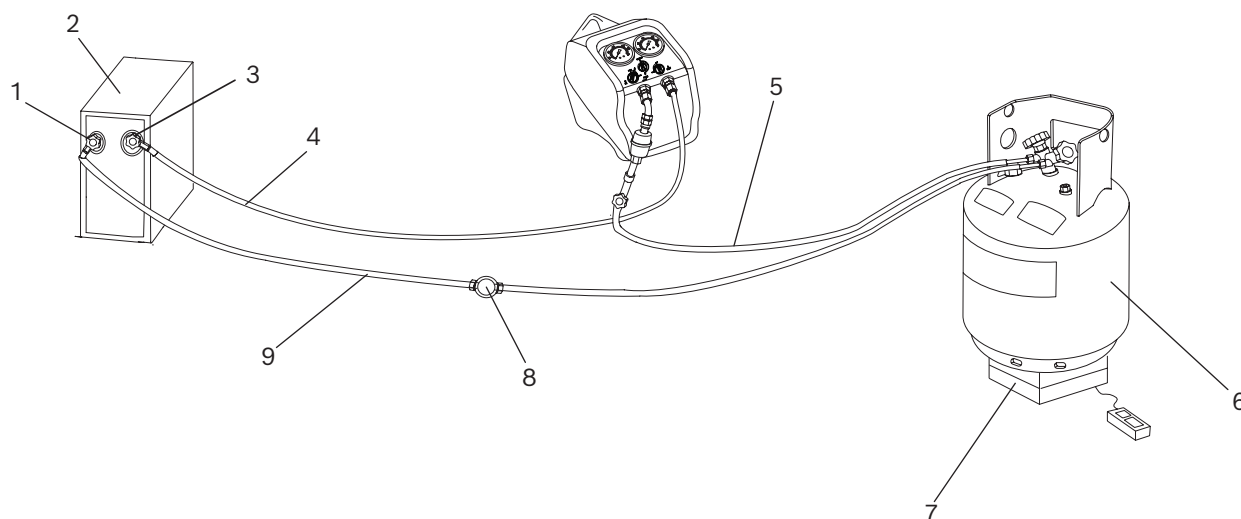

Fig. 4: Tryck- / dra-återvinning
4. Anslut RG4.0 till systemet som servas enligt fig. 4. Följ nedan ordning. Använd endast avsedda köldmedelsslanger som uppfyller lokala föreskrifter. Eftersom slangarna måste bytas för att ta bort köldmedel från systemet, är det nödvändigt att använda slangar med manuella avstängningsventiler i båda ändar, och dessa instruktioner är skrivna för sådana slangar.
- Anslut en slang till vätskeporten på en godkänd köldmedelsbehållare med två ventiler och den andra änden till högtrycksserviceporten (vätskeporten) på luftkonditionerings- eller kylsystemet. Synglas används med fördel (fig. 4, pos. 8) i den här slangen för att övervaka flödet av flytande köldmedel.
- ⇒ Köldmedlets vätskefas bör börja flöda in i behållaren. Detta kan verifieras med synglasets. Se fig. 4, post. 8.